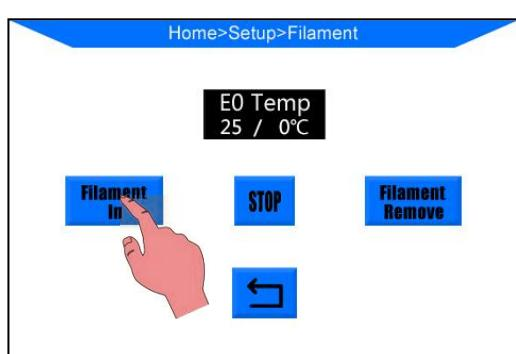

図 28
- (2) 予熱完了後、“Tools”-->“Filament”-->“Filament in”をクリックします(図28). 押出機がフィラメントをホットエンドに送り込み、高温になったノズルからフィラメントが出てくれば正常です。“Stop”を押して押出機を止め、付属のピンセットで余分なフィラメントを取りのぞき、ノズルを綺麗にしてください。